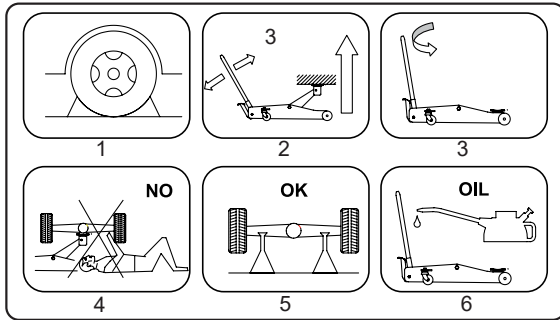

Fig. 02
- Assurez-vous que personne ne se trouve dans la voiture devant être soulevée. Coupez le moteur et enclenchez le frein à main de la voiture. Utilisez des cales pour immobiliser le véhicule (Fig.02(1)). Ne montez pas dans la voiture et ne mettez pas le moteur en marche.
- Placez toujours le cric de façon à ce qu'il ne puisse pas être manipulé depuis le dessous de la voiture (Fig.02(4)).
- Servez-vous du levier ou de la pédale pour amener le dispositif de levage à la hauteur désirée (Fig.02(2)). Assurez-vous que la vanne hydraulique soit fermée.
- Pour abaisser la charge, tournez lentement le levier dans le sens inverse des aiguilles d'une montre (Fig. 02(3)).
⚠ WARNING N'utilisez jamais le cric pour déplacer la voiture et ne la laissez pas en position soulevée. Utilisez toujours les supports de châssis (Fig.02(5)).